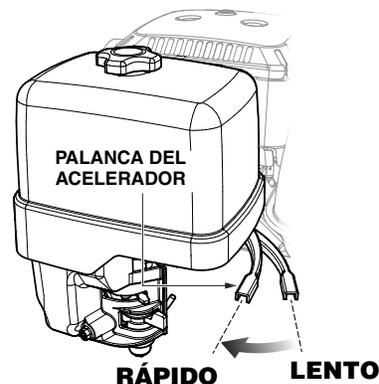

Figura 20. Palanca del acelerador (posición rápida/de funcionamiento)
- Para empezar a compactar, coloque la palanca del acelerador (Figura 20) en la posición **rápida** (de funcionamiento).